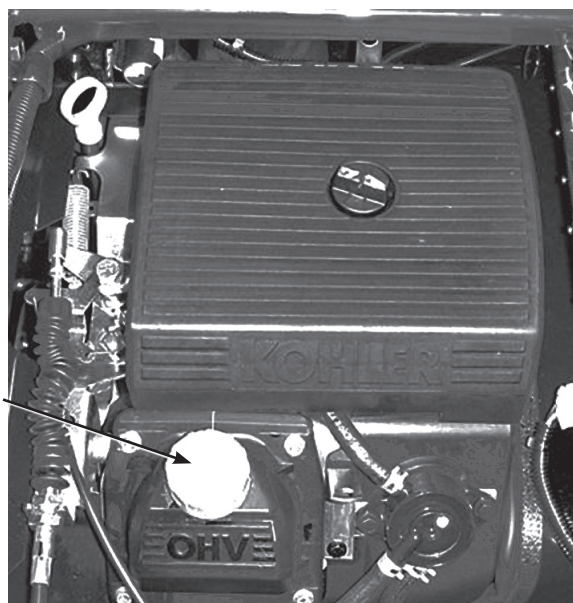

図35
8. 所要量の約 80% のオイルを補給口 (図35) から入れる。